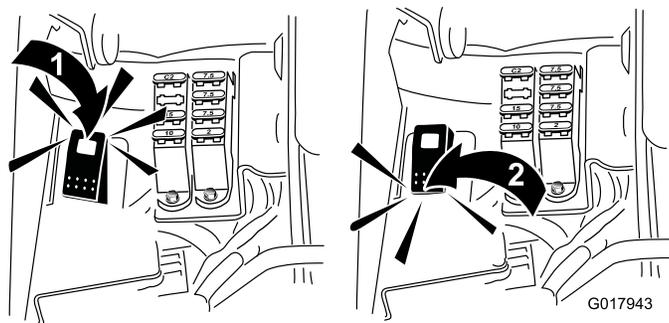

Рисунок 57
5. Переведите переключатель заточки в положение «Обратное вращение» (R) (Рисунок 57).